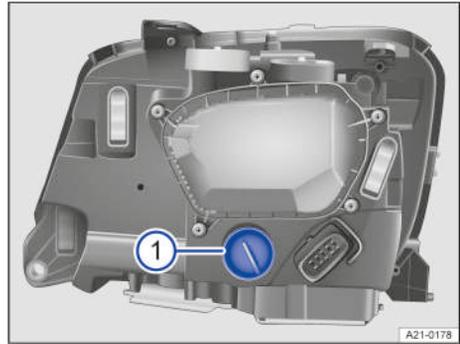

Fig. 146 En el vano motor: en el faro de xenón.
- Gire el portalámparas en el sentido contrario al de las agujas del reloj, hasta el tope, y extráigalo junto con la lámpara hacia atrás → fig. 146 ①.
- Coloque el portalámparas en el faro y gírelo en el sentido de las agujas del reloj hasta el tope → fig. 146 ①.